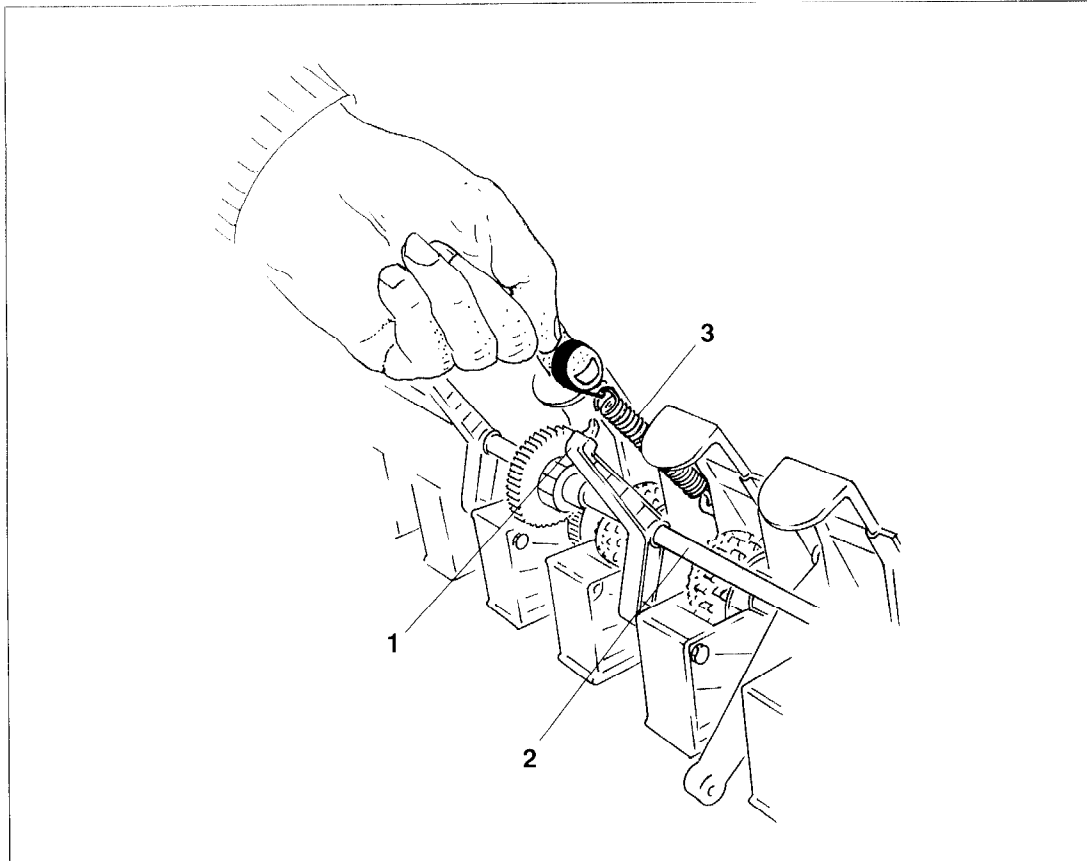
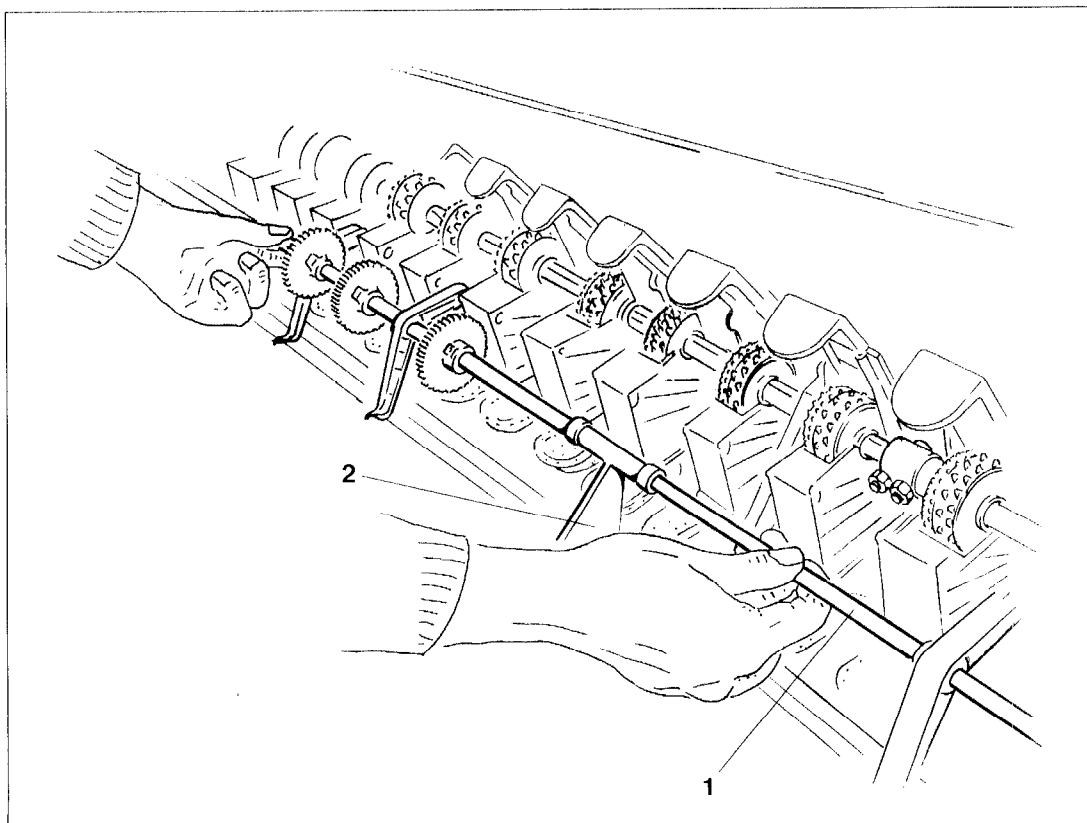

Fig. 13.11
Fig. 13.12
- Die Schwenklager (Fig. 13.11/1) der Vorgelegewelle (Fig. 13.11/2) sind federnd gelagert. Zugfedern (Fig. 13.11/3) entfernen und Vorgelegewelle (Fig. 13.12/1) herunterklappen. Dabei wird eine Halterung (Fig. 13.12/2), die die Vorgelegewelle axial sichert, aus der Aussparung eines Sägehäuses herausgezogen.